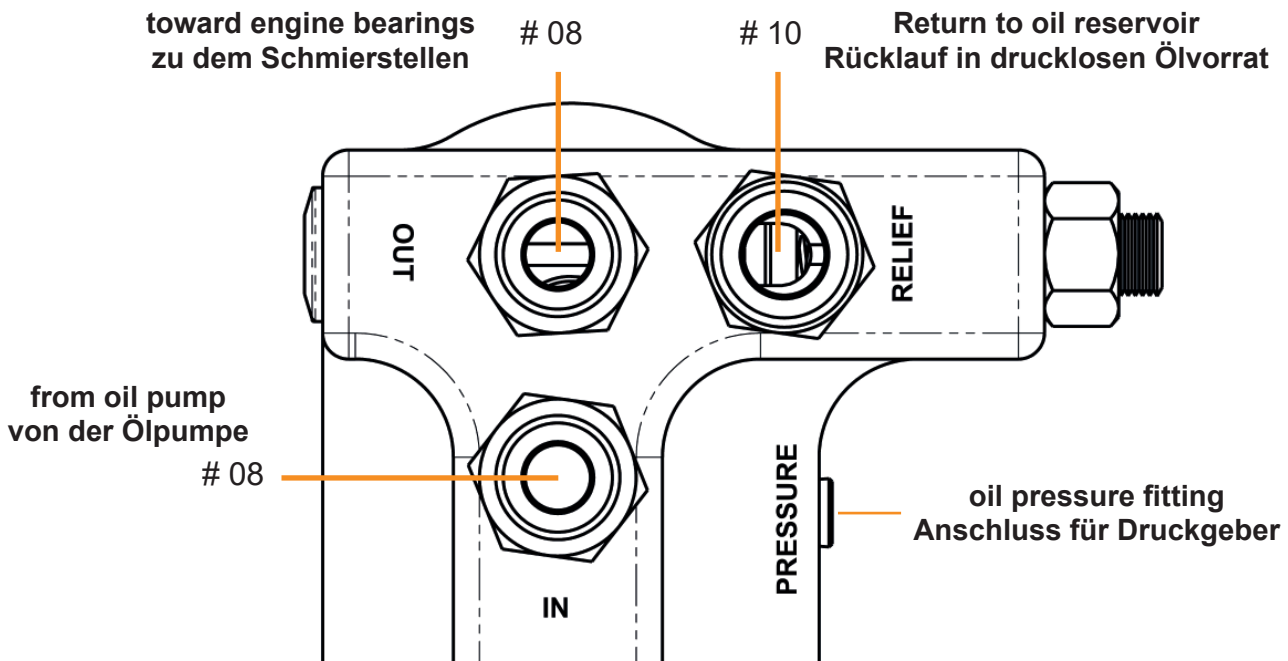

Fig. 1
- Choose a safe position at the car to install the CSP oil filter head with relief. It might be useful to stay near to the engine to prevent a pressure drop caused by long hoses. Also keep in mind that there are three hoses which need to be connected (Fig. 1).
- Montieren Sie den CSP Ölfilterhalter mit Regelventil an einer geschützten Stelle am Fahrzeug. Es ist ratsam eine Position möglichst nah am Motor zu wählen um Druckverluste durch lange Ölleitungen zu vermeiden. Bedenken Sie auch, dass Sie drei Leitungen am Filterhalter anschließen müssen (Fig. 1).